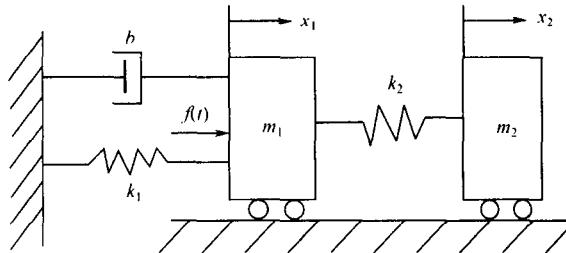

图 2-1 弹簧-质量块
1. 图 2-1 中, m_1 、 m_2 是质量, x_1 、 x_2 是位移, b 是黏性阻尼系数, k 是弹簧弹性系数, 外力 $f(t)$ 是输入量, x_1 是输出量。写出系统的微分方程和传递函数。若 $f(t) = a \sin \omega t$, 选择 m_2 和 k_2 的参数, 使 m_1 不再振动。